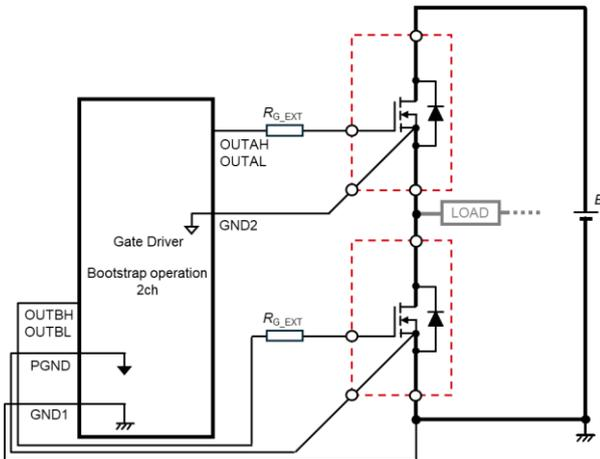
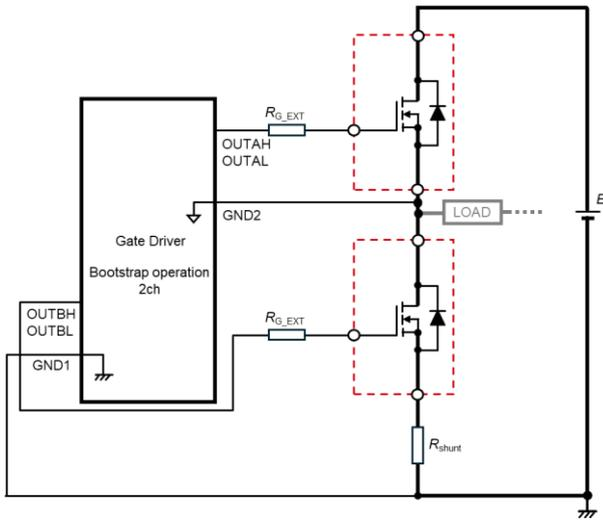
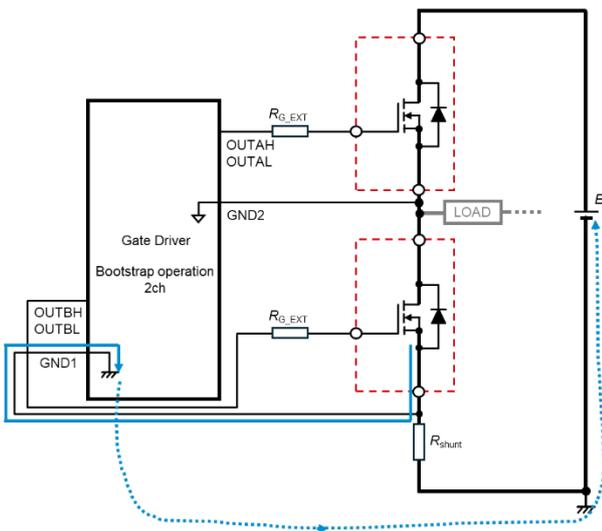

Figure 7. ROHM : BM60213FV-C 사용 시의 회로도
Figure 12. R_{shunt} 를 게이트 구동 회로 안쪽에 접속
Figure 13. R_{shunt} 를 게이트 구동 회로보다 GND 측에 접속
Figure. 7은 브릿지 구성에서 부트 스트랩 방식을 통해 High-side 절연, Low-side 비절연으로, GND가 게이트 구동용 GND와 파워 GND로 분리된 2ch 게이트 드라이버 IC (ROHM : BM60213FV-C) 사용 시의 회로도입니다. 「1. 절연 1ch 게이트 드라이버 IC」와 마찬가지로 드라이버 소스 단자가 있는 파워 스위칭 디바이스의 성능을 최대화시킬 수 있는 구동 회로입니다.
선티 저항 접속 시에는 하기의 사항에 주의해야 합니다. Figure 7 (a)에서 드라이버 소스 단자가 없는 파워 스위칭 디바이스 사용 시 선티 저항 (R_{shunt})을 Figure. 12 과 같이 게이트 구동 회로 안쪽에 접속하면, Low-side 의 게이트 구동 전압은 식 (1)만큼 감소합니다.
따라서, 드라이버 소스 단자가 없는 파워 스위칭 디바이스를 사용할 때에는 Figure 13의 접속 방법은 사용할 수 없으므로 Figure 12의 접속 방법을 선택하여, 실제 기기 상에서 열적으로 문제가 없는지를 검증하면서 설계를 진행해야 합니다.